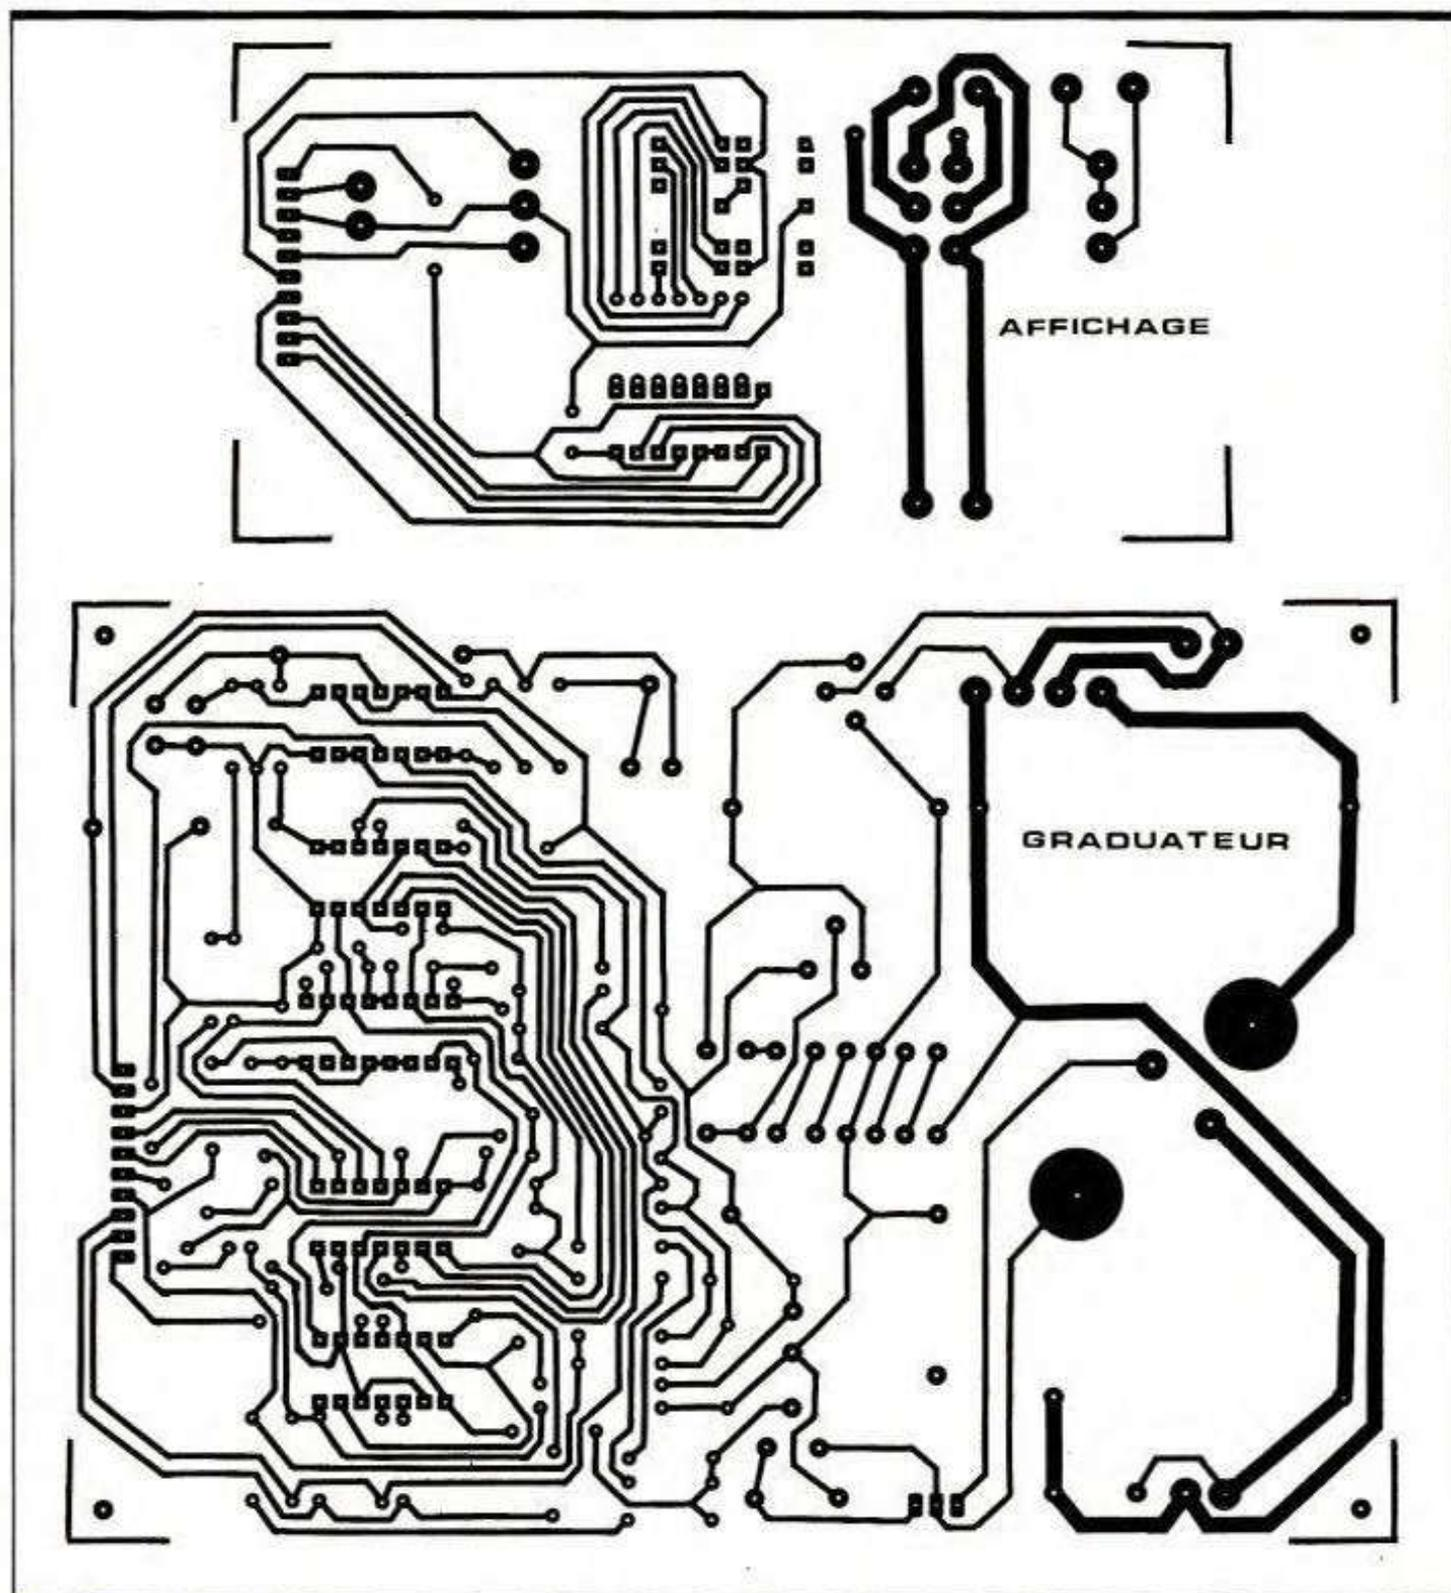

Fig. 9 Tracés des circuits imprimés à l'échelle.
a) Les circuits imprimés (fig. 9)